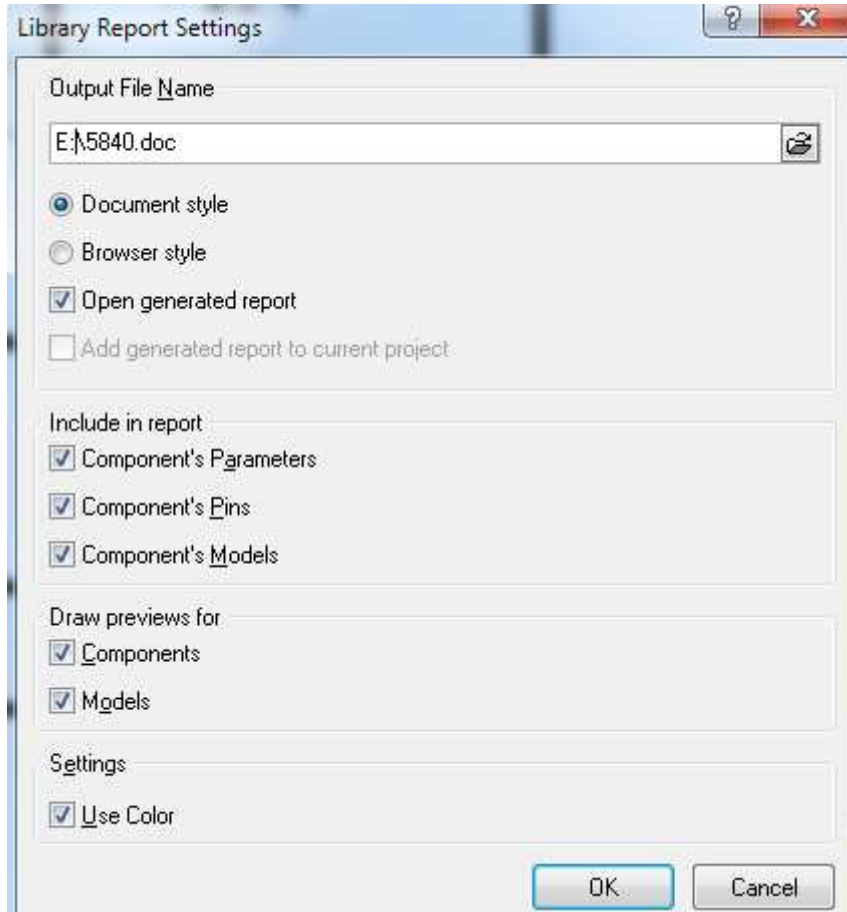

Рис. 92. Параметры отчета в Schematic Library
7. Сформировать отчет посредством команды Report>>Library Report. Параметры отчета показаны на Рис. 92. Пример отчета (для двух микросхем и разъема) см. в разделе 6. «Пример отчета по лабораторным работам».